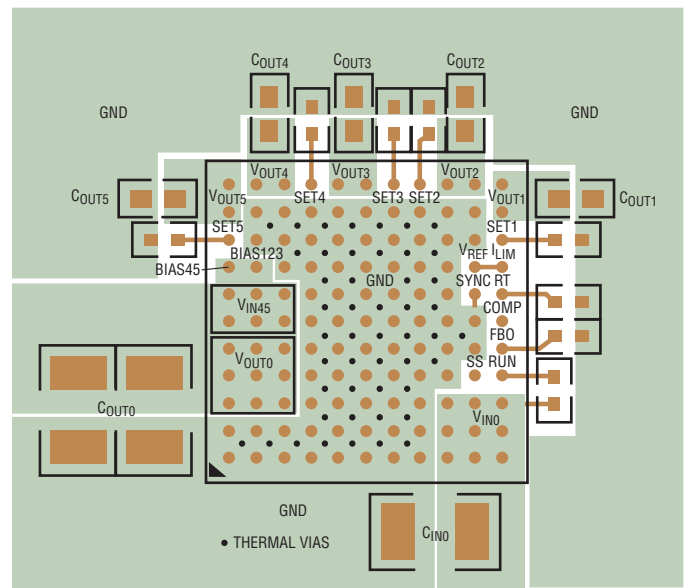

図6. 外付け部品、GNDプレーン、サーマル・ビアの推奨レイアウト
PCBレイアウトに関連する頭痛の種のほとんどは、LTM8001による高度の集積化によって軽減されるか、解消されました。とはいえ、LTM8001がスイッチング電源であることから、EMIを最小限に抑えて正しい動作を保証するには注意を払う必要があります。高度に集積化されていても、レイアウトが無計画だったり不適切だったりすると、規定された動作を実現できないことがあります。推奨レイアウトを図6に示します。接地とヒート・シンクに問題がないことを確認してください。注意すべきいくつかのルールがあります。
6. ビアを使って、GND銅領域をボードの内部グラウンド・プレーンに接続します。これらのGNDビアを多数分散配置して、プリント回路基板の内部プレーンへの十分なグラウンド接続と熱経路の両方を与えます。図6のサーマル・ビアの位置と密度に注意してください。図の位置に置かれた内部GNDプレーンへのビアがLTM8001の放熱に有利であるのは、デバイス内部の電力を処理する部分がこの場所の近くに配置されているためです。サーマル・ビアの最適個数はプリント回路基板の設計に依存します。例えば、非常に小さなビア孔を使う基板では、大きな孔を使う基板に比べて使用するサーマル・ビアの数を増やします。